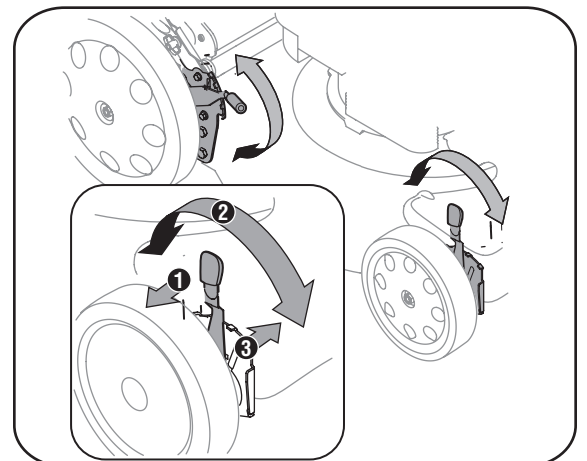

Figura 3-4
- b. Muévela a cualquiera de las nueve posiciones para la altura de corte deseada. Vea la Figura 3-4.